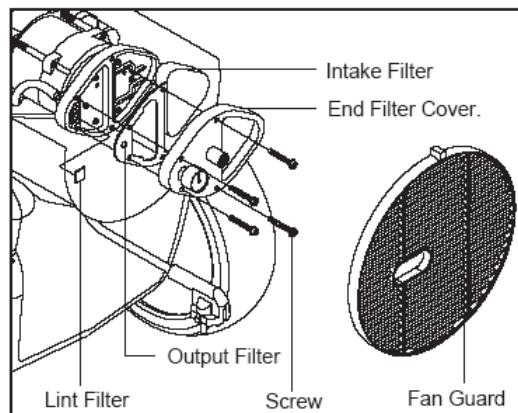

Fig. 14. Luftudtags-, indtags- og smudsfilter
- Fjern ventilatorristen (se Fig. 14).